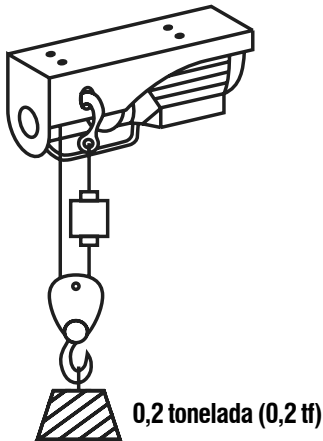

Fig. 14 – El winche con la configuración cable doble
b. Para el trabajo con su capacidad máxima, debe ser utilizado el gancho con polea de inversión (Fig. 14), siendo el gancho principal fijado en la estructura del winche;